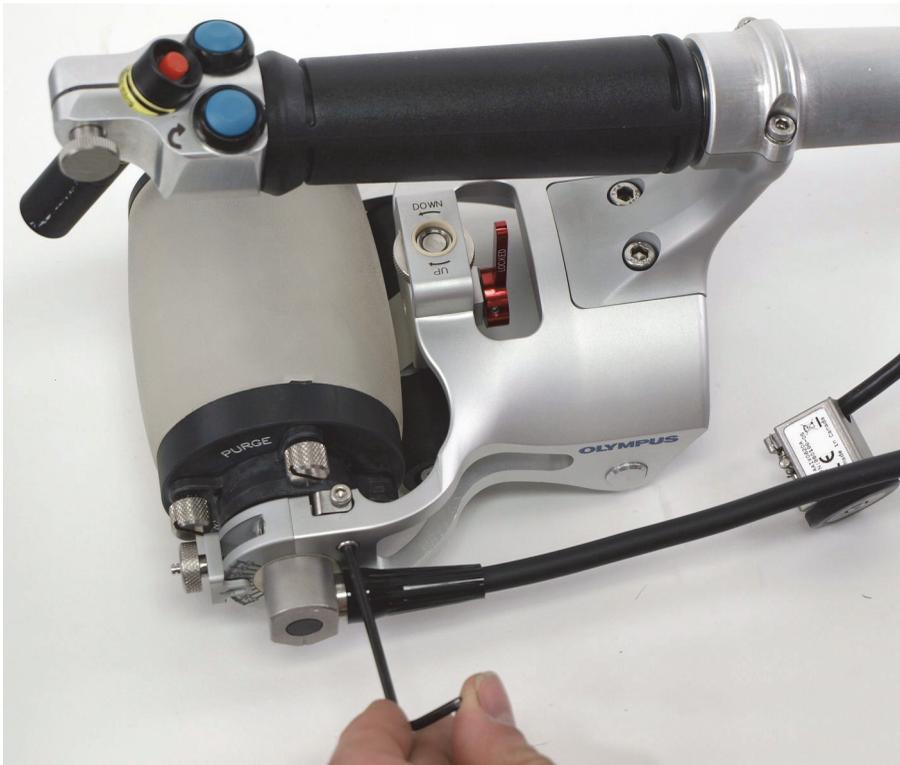

Figure 6-39 Dévissage de la vis du support secondaire
8. Pour le modèle non XL seulement, dévissez la vis de fixation du support secondaire située sur l'assemblage de la roue acoustique du côté câble de sonde (Figure 6-39 à la page 120).